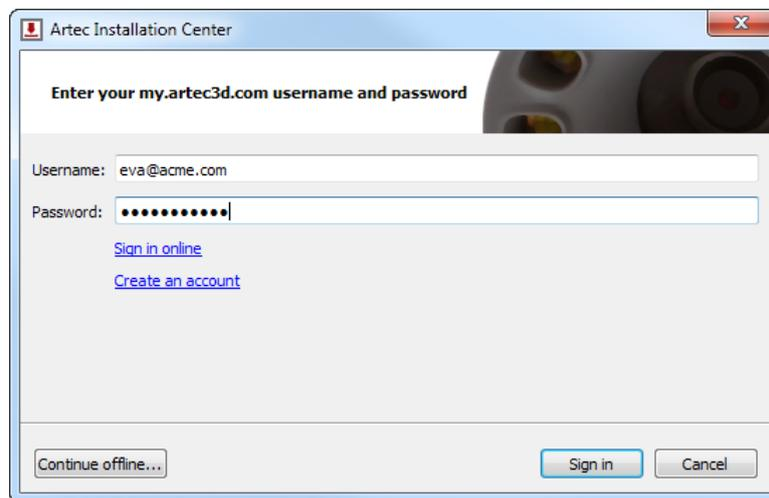

Abbildung 9: Authentifizierung für Artec Installation Center
2. Nach dem Download den Ordner mit dem ausführbaren Programm öffnen und das Programm aufrufen. Den Anweisungen auf dem Installationsbildschirm folgen. Sobald Artec Installation Center installiert ist, erscheint ein Dialog mit der Abfrage von E-Mail-Adresse und Passwort. In das *my.artec3d* Konto wie in *Abb. 9* gezeigt einloggen.
Falls Artec Installation Center noch installiert werden muss, erscheint ein Login-Dialog gemäß Abb. 9. Sollte keine Internet-Verbindung bestehen, *Offline-Aktivierung* betreffend die Offline-Aktivierung von Artec Studio konsultieren.